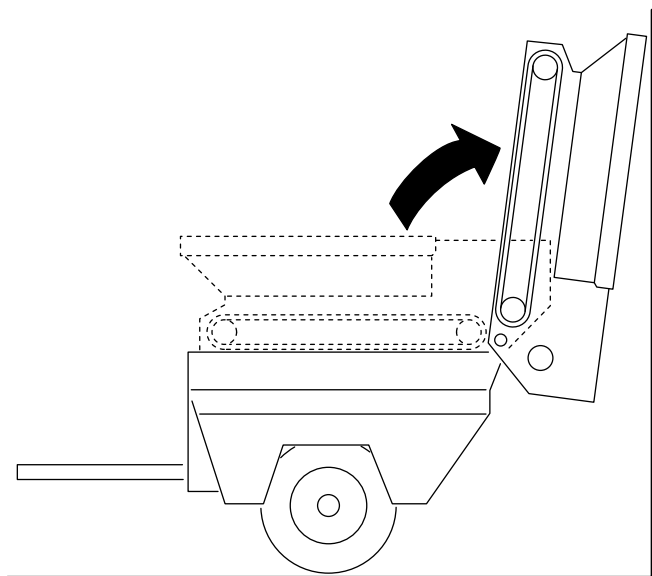

Figura 27
3. Gire la tolva hacia atrás y apóyela contra una pared, un poste, una escalera, etc. (Figura 27)..
Asegúrese de que la tolva está inclinada más allá de la vertical y/o sujeta a la pared o a un poste, para evitar que se caiga accidentalmente sobre la zona de trabajo (Figura 27).
3. Gire con cuidado la tolva hacia abajo sobre los travesaños del bastidor deslizante; consulte la Figura 27 de Desmontaje de la plataforma deslizante \(página 24\).